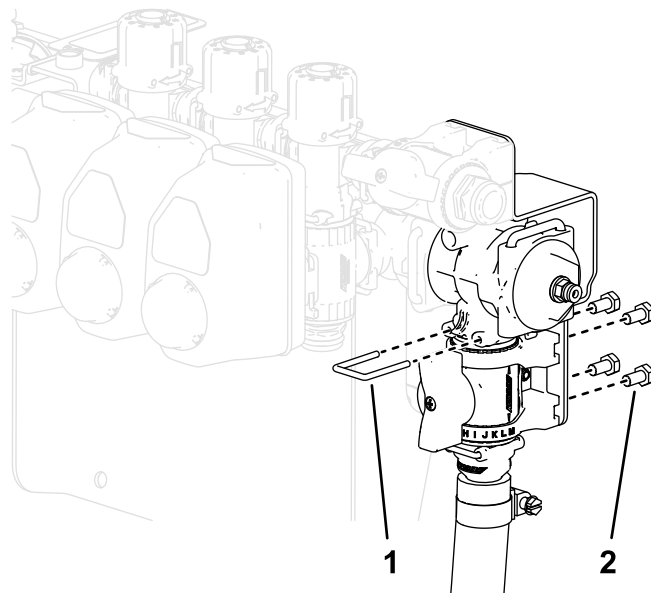

Figura 32
14. Conectezi ansamblul supapei de control cu fittingul drept la partea inferioară a colectorului în T cu ajutorul opritorului inclus (Figura 32).
15. Instalezi ansamblul supapei de control pe partea inferioară a consolei supapei de control cu ajutorul a 4 uruburi (M6), aa cum se arată în Figura 32.